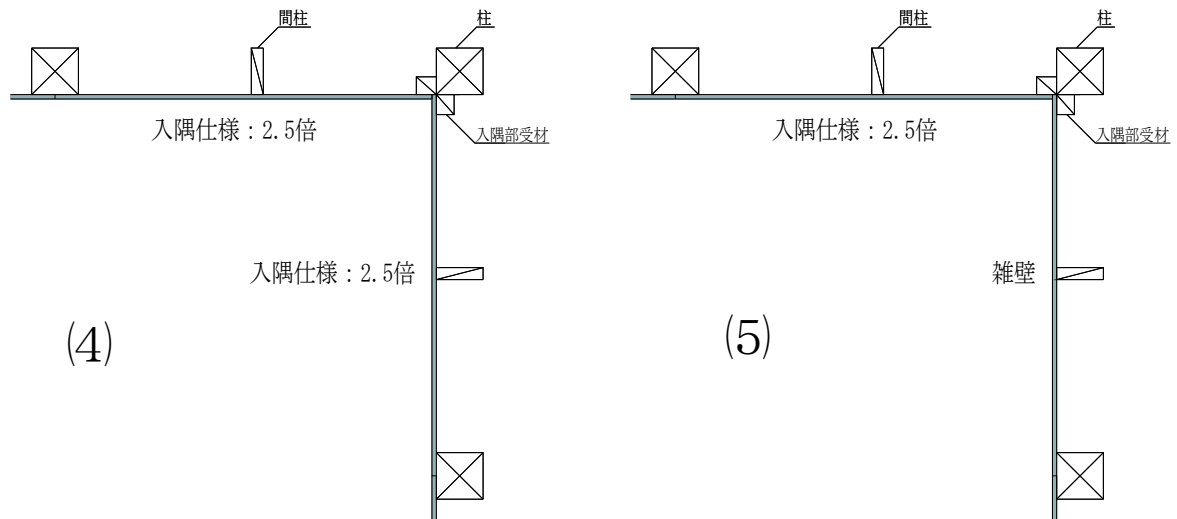

図 10 入隅部の納まり図②
- ・(4)直交する両壁ともに耐力壁 (2.5 倍) とできます。また、(5)直交するどちらかの壁が雑壁であった場合でも、もう一方の壁は耐力壁 (2.5 倍) とできます (図 10) 尚、入隅部面材の勝ち負けおよび 1P・2P は問いません。